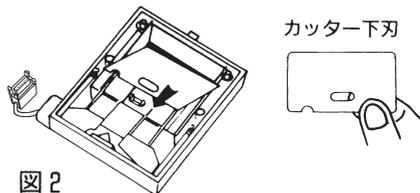

図2
4. カッター下刃をセットします。フッ素コーティング面(ツヤのない黒い面)を上にしてください。半円型の欠けこみが左下になります。(図2)